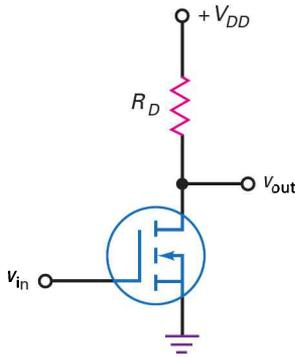

Figure 12.18
La figure 12.18 représente un E-MOSFET avec une charge passive. Le mot *passive* concerne une résistance ordinaire comme R_D . Dans ce montage, la tension v_{in} est
Le circuit de la figure 12.18 est le plus simple des circuits d'ordinateurs. Il s'appelle un *inverseur* car la tension de sortie est l'opposée de la tension d'entrée. Quand l'entrée est basse, la sortie est haute ; si la tension d'entrée est haute, la tension de sortie est basse. On n'a pas besoin d'une grande précision dans l'étude des circuits de commutation. Ce qui compte, c'est que les tensions d'entrée et de sortie puissent être facilement identifiables comme basses ou hautes.
Les circuits intégrés (CI) comprennent des milliers de petits transistors microscopiques aussi bien bipolaires que MOS. Les premiers CI ont utilisé des résistances passives comme sur la figure 12.18, mais ces dernières ont un défaut majeur : elles sont physiquement plus grandes que le MOSFET. À cause de cela, les CI à charge passive étaient trop gros, jusqu'à ce que l'on invente la **charge résistive active**. Cela a grandement réduit la taille des circuits intégrés et amené les ordinateurs personnels à leur état actuel.